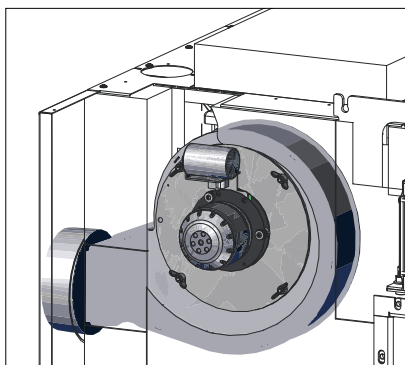

Fig. 27 Gebläse montierten und anstecken
- ▶ Gebläse wieder mit 4 Flügelmuttern anschrauben und Gebläsekabel anstecken – Fig. 27.